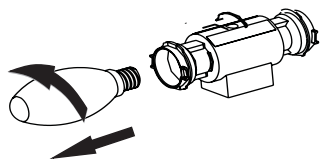

Figura 17
- (Espera que elas arrefeçam). **Figura 17**